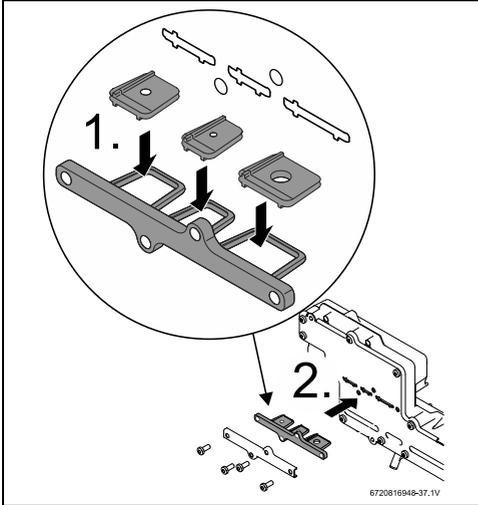

Fig. 39 Assemblage de conversion de gaz pour l'appareil 199kBTU
- ▶ Les 3 panneaux de restriction doivent être pré-assemblés sur leur bac, mais s'il est en vrac dans la boîte, respecter les consignes d'installation, comme illustré sur la fig. 39 et 40 [1].
- ▶ Introduire la plaque de conversion GPL à l'endroit qui apparaît, illustré sur la fig. 39 et 40 [2].
- ▶ Les trois limiteurs de débit ainsi que les joints doivent être assemblés conformément à la fig. 39 et 40 afin d'assurer des performances correctes de l'appareil.